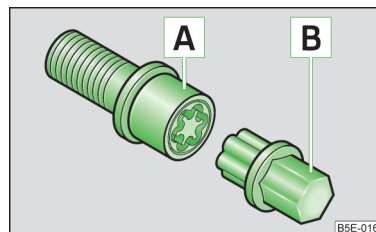

Fig. 182
Los tornillos de rueda antirrobo protegen a las ruedas contra robos. Estos pueden aflojarse o fijarse con el adaptador [B] » fig. 182.
- Introduzca el adaptador [B] » fig. 182 con el lado dentado hasta el tope en el dentado interior en la cabeza del tornillo de la rueda antirrobo [A].